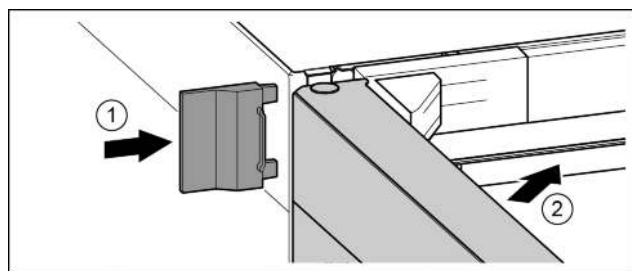

Fig. 25
- Надвинуть внешнюю крышку. Fig. 25 (1)
- Закрыть верхнюю дверь. Fig. 25 (2)